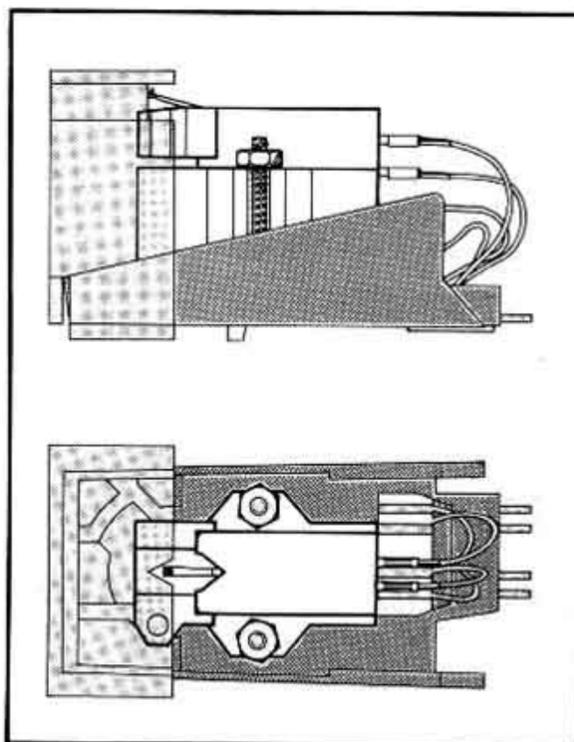

Fig. 12
1. Zur Montage des Tonabnehmersystems lösen Sie den Systemträger ③ vom Tonarm, indem Sie den Tonarmgriff ⑤ nach hinten drücken. Halten Sie dabei das Tonabnehmersystem fest, da es nach Öffnen der Verriegelung herunterfällt.
2. Befestigen Sie das Tonabnehmersystem unter Verwendung des dem Tonabnehmersystem beigegeführten Zubehörs auf dem Systemträger. Zu beachten ist, daß das Tonabnehmersystem am geometrisch richtigen Ort im Systemträger montiert wird (Fig. 12).